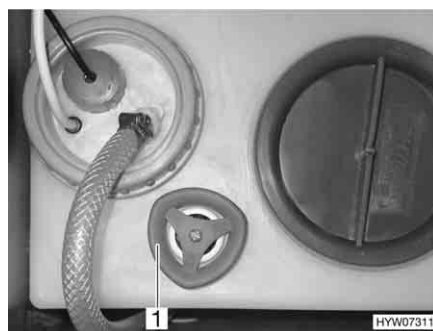

Bild 200 Wassertank mit Drehgriff
- Auf dem Wassertank den Drehgriff (Bild 200,1) entgegen dem Uhrzeiger-sinn drehen, um die Ablauföffnung zu öffnen.